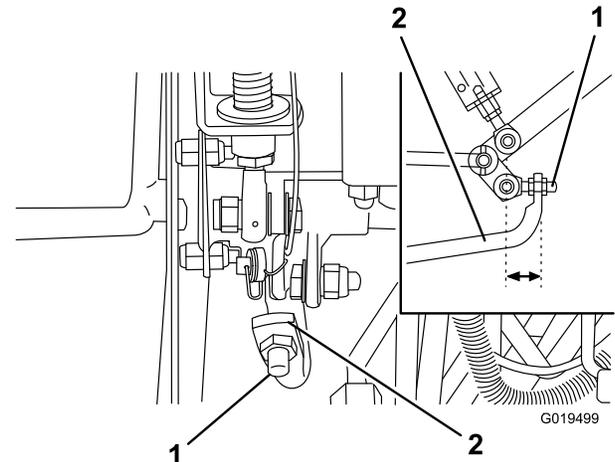

Figura 69
4. Ajuste as porcas de segurança na extremidade da barra da bomba para mover o tubo de controlo da bomba para a frente e eliminar o risco de deslizamentos para a frente e para trás (Figura 69).